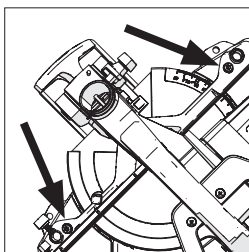

Fig. 13
**Opmerking:** Het hek wordt vastgemaakt met twee inbusschroeven aan beide uiteinden van het hek in lange gleuven. (Fig. 13).